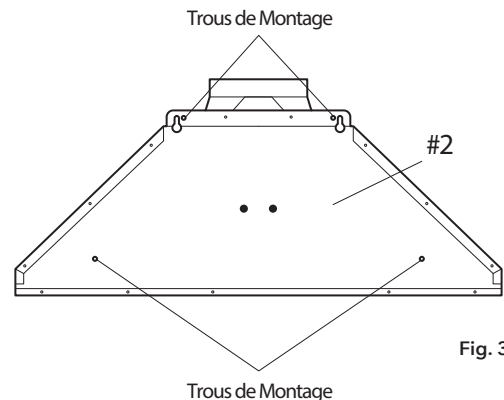

Fig. 3
B. Accrochez le corps de la hotte (#2) sur les vis (AA) montées sur le mur et serrez fermement les vis (AA) pour fixer le corps de la hotte (#2) sur le mur.
C. Installez deux vis additionnelles de montage du corps de la hotte (AA) dans les trous de montage auxiliaires pour fixer le corps de la hotte (#2). Voir Fig. 3